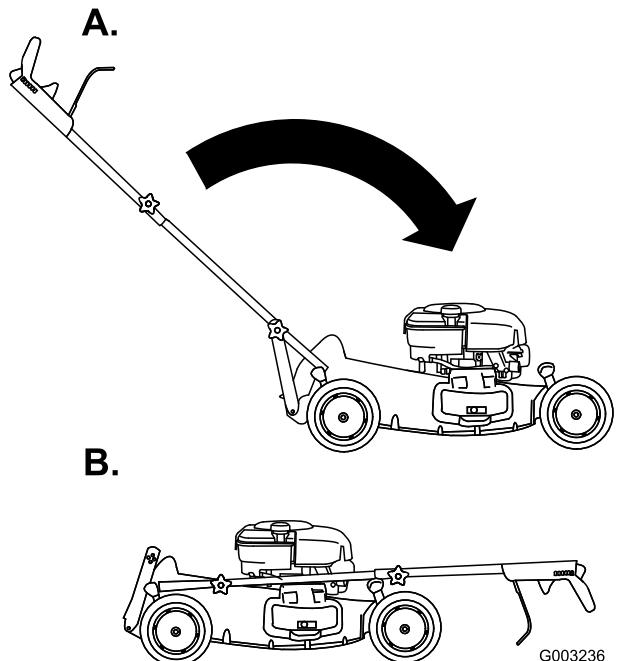

Bild 43
- Drehen Sie den Griff nach vorne (Bild 43).